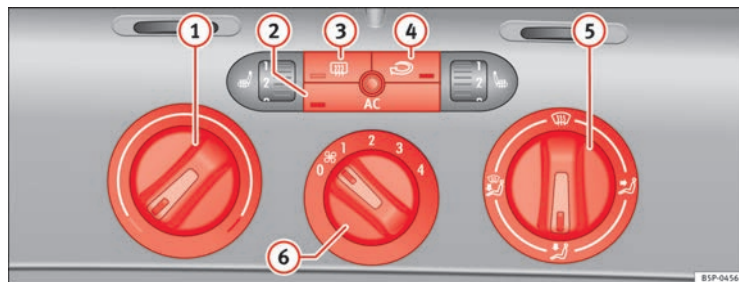

Fig. 125 Sul cruscotto: i comandi del Climatic
- Le manopole ⇒ fig. 125 ① e ⑤ e la manopola ⑥ servono rispettivamente a impostare la temperatura desiderata, a indirizzare il flusso d'aria e a selezionare il livello di potenza della ventola.
- Per attivare o disattivare una funzione bisogna premere il tasto corrispondente ②, ③ o ④. Quando la funzione è attiva, la spia situata nell'angolo in basso del tasto si illumina.
- ① Manopola di regolazione della temperatura ⇒ pagina 165
- ② Tasto - Accensione e spegnimento del climatizzatore ⇒ pagina 165
- ③ Tasto - Lunotto termico. Questa funzione si spegne automaticamente dopo circa 20 minuti. Se si desidera spegnerlo prima bisogna premere il tasto relativo.
- ④ Tasto - Funzione di ricircolo ⇒ pagina 167
- ⑤ Manopola di regolazione della ripartizione del flusso d'aria ⇒ pagina 165
- ⑥ Comando del ventilatore. Il volume del flusso d'aria è regolabile su quattro livelli. Quando si viaggia a basse velocità, si consiglia di tenere sempre acceso il ventilatore al livello più basso. ►
- Accendere il climatizzatore con il tasto ⇒ fig. 125 AC ▶